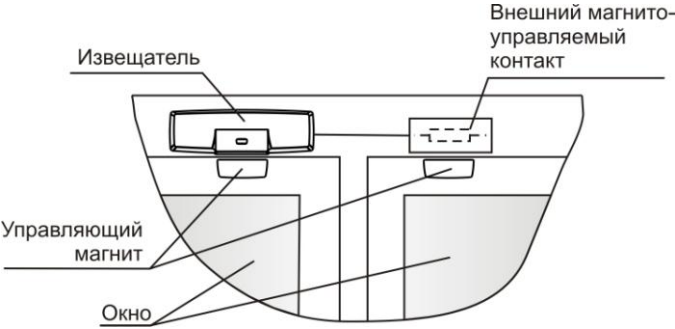

Рисунок 4
8.1.3 Вариант размещения извещателя на окне (рисунок 4).
- Для контроля **встроенного и внешних** магнитоуправляемых контактов (рисунок 4) установить перемычку на вилки **Int** и **Ext**.